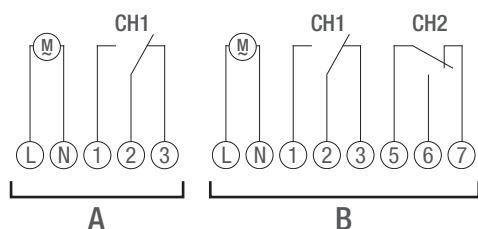

Fig. 9: Koblingsskjema
3. Koble til tidsur iht. koblingsskjemaet (fig. 9/A) eller (fig. 9/B).